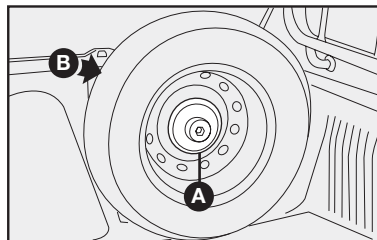

fig. 12
- Seg n la versi n, afloje completamente la tuerca de fijaci n de la rueda de repuesto **A-fig. 12, 13 o 14** y saque la misma de su alojamiento **B-fig. 12, 13 o 14**.
Coloque la rueda sustituida en uno de sus alojamientos (en la cabina de pasajeros o en el compartimiento de carga) fijándola adecuadamente con la tuerca de sujeción **A-fig. 12, 13 o 14**.